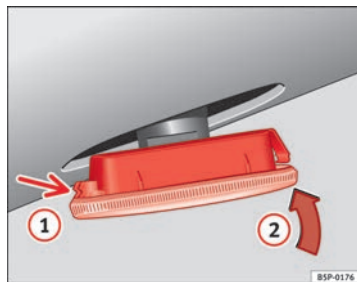

Abb. 168 Seitliche Blinker
- Setzen Sie den Blinker durch Einrasten der Halterungen **(1)** ⇒ Abb. 168 zuerst in die Aufnahme in der Karosserie und anschließend in Pfeilrichtung **(2)** ⇒ Abb. 168 ein. ■